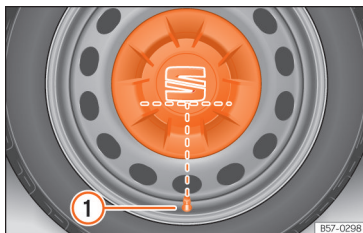

Fig. 221 Colocação correta do tampão central da roda para jantes de aço.
- Coloque o tampão central da roda sobre a jante. A parte inferior da sigla «S» do emblema da SEAT deve coincidir com a válvula de enchimento » **Fig. 221 ①**.